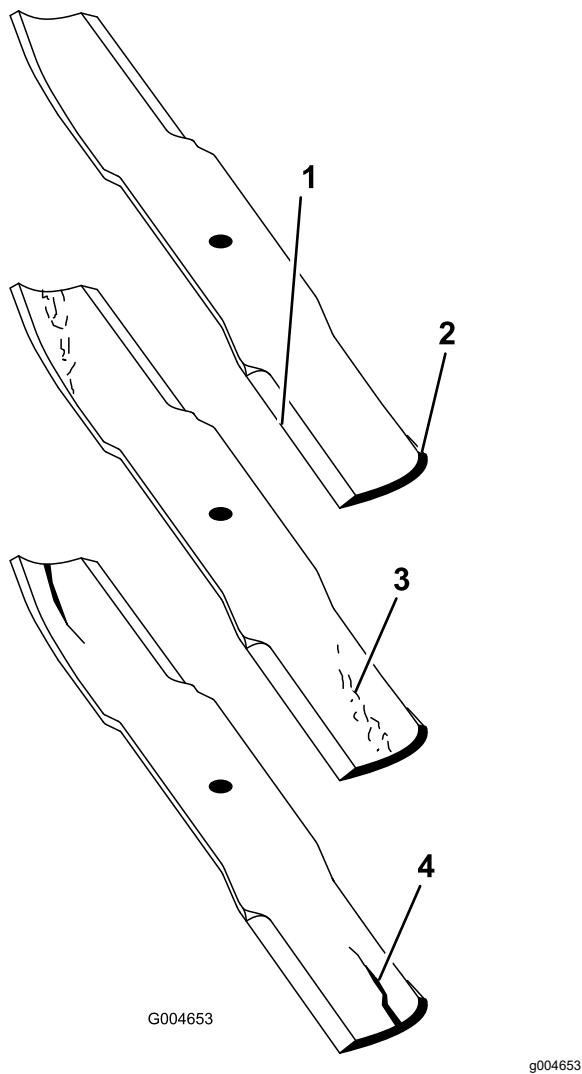

Figure 98
2. Examinez attentivement les tranchants de la lame, particulièrement au point de rencontre de la partie plane et de l'ailette (**Figure 98**).
Remarque: Le sable et les matières abrasives peuvent éroder le métal à cet endroit, c'est pourquoi il est important de contrôler l'état de la lame avant d'utiliser la tondeuse. Remplacez la lame si elle vous semble usée (**Figure 98**).